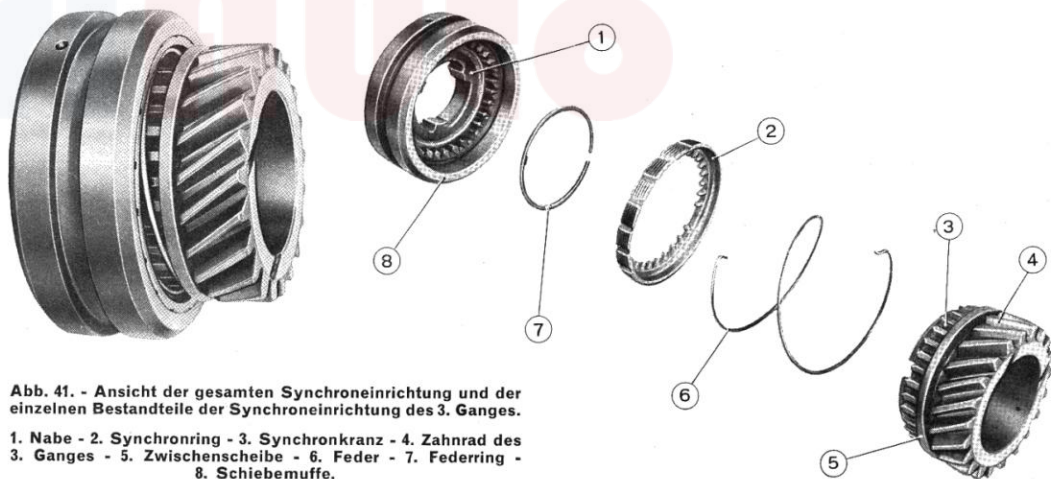

Abb. 41. - Ansicht der gesamten Synchroneinrichtung und der einzelnen Bestandteile der Synchroneinrichtung des 3. Ganges.
Die Synchroneinrichtung für den 1., 2., 3. und 4. Gang setzt sich zusammen aus einer Schiebemuffe (8, Abb. 41), einer Nabe (1) und einem Synchronring (2) sowie einer Feder (6).
Die Schiebemuffe (8, Abb. 41) sitzt fest auf der Nabe (1) und bewegt sich somit im Gleichlauf mit der Getriebehauptwelle. Der Synchronring (2) ist durch seine Innenverzahnung mit dem Synchronkranz (3)